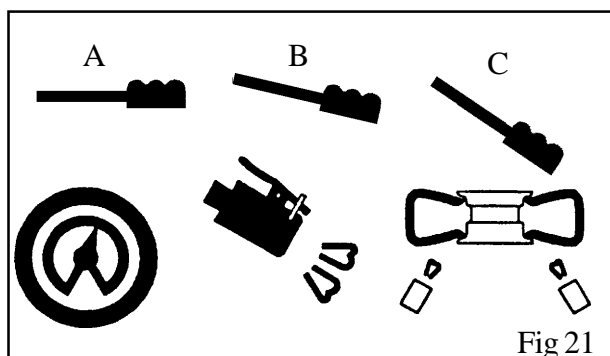

Fig 21
- Rilasciare il pneumatico e sollevare leggermente il piede in modo da riportare il pedale in pos. B (fig. 21). Continuare il gonfiaggio sempre a brevi getti d'aria leggendo negli intervalli la pressione indicata sul manometro.